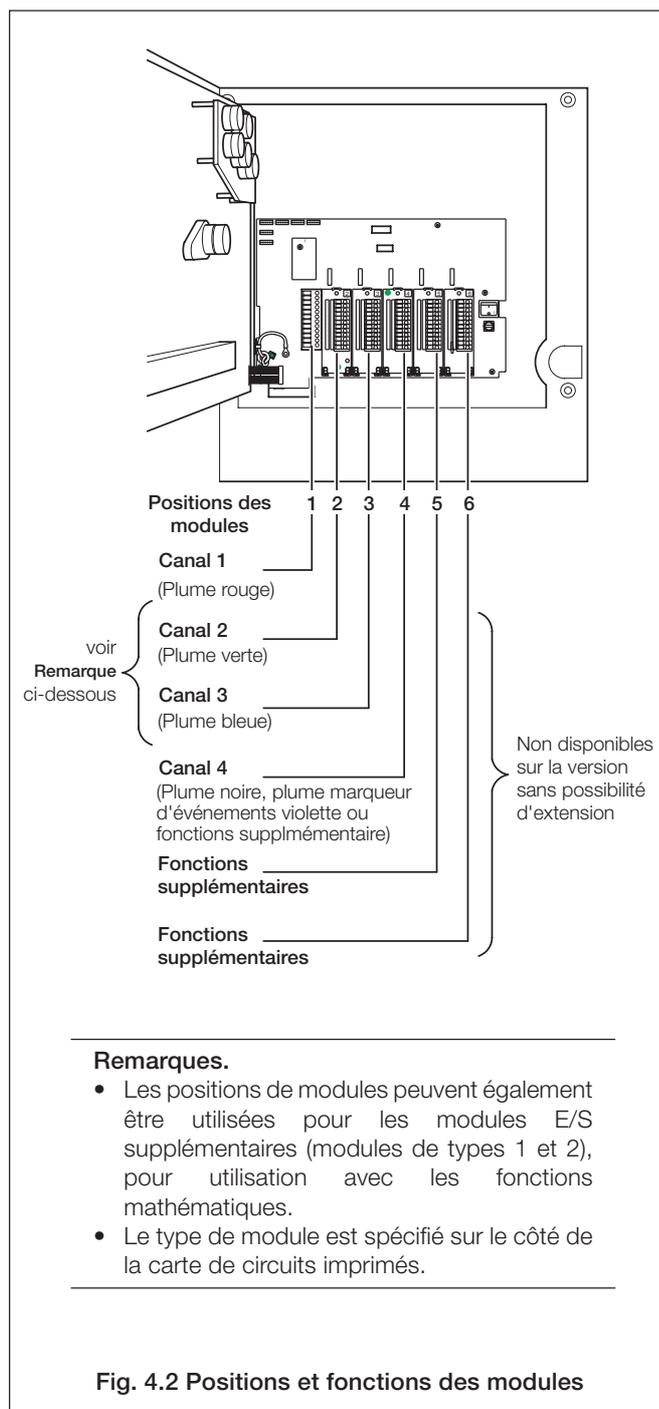

Fig. 4.2 Positions et fonctions des modules
4.1 Identification des modules entrée/sortie – Fig. 4.2
Pour avoir accès aux modules, ouvrez la porte et le châssis – voir la Fig. 2.2. Comme l'illustre la Fig. 4.2, il y a six positions de modules.
Les raccordements des autres canaux s'effectuent aux modules E/S standard, installés en positions 2, 3 ou 4 – voir la Fig. 4.2.